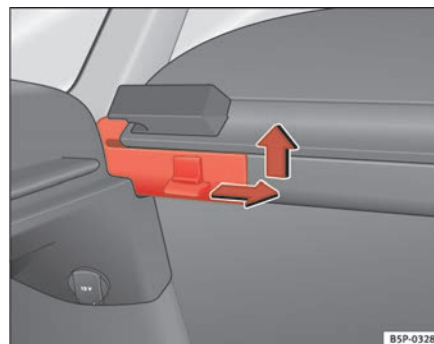

Fig. 124 Desmontaje de la bandeja portaobjetos
- Presione la clavija lateral en el sentido de la flecha, levante la bandeja y extráigala ⇒ fig. 124.